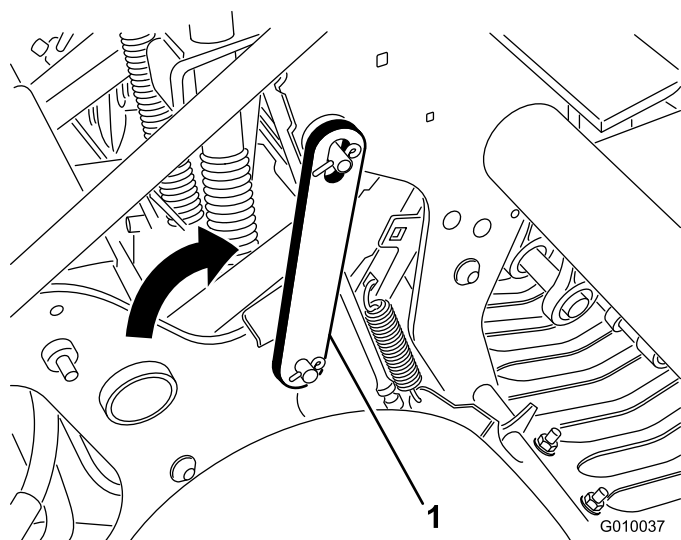

図 21
3. ラッチを後ろ向きに回転させて、コアリングヘッドのピンにはめ込む（図 21）。クリップリングで固定する。